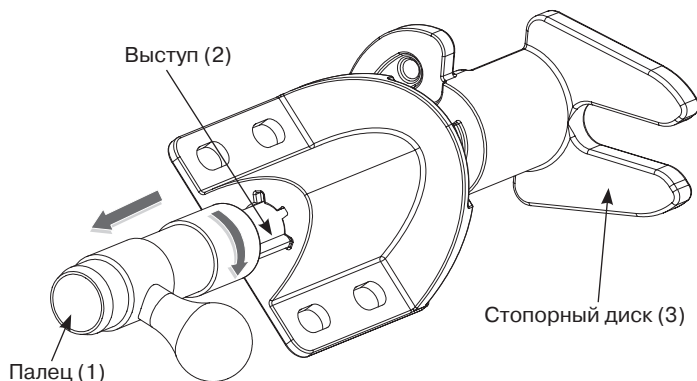

Рис. 1
Рекомендуется перевести запирающее устройство в постоянно открытое состояние. Для этого следует вытянуть подпружиненный палец (1) из корпуса и повернуть его до вхождения выступа (2) в один из боковых пазов корпуса (рис. 1). Проверить свободный ход стопорного диска (3) в любом положении ручки замка.